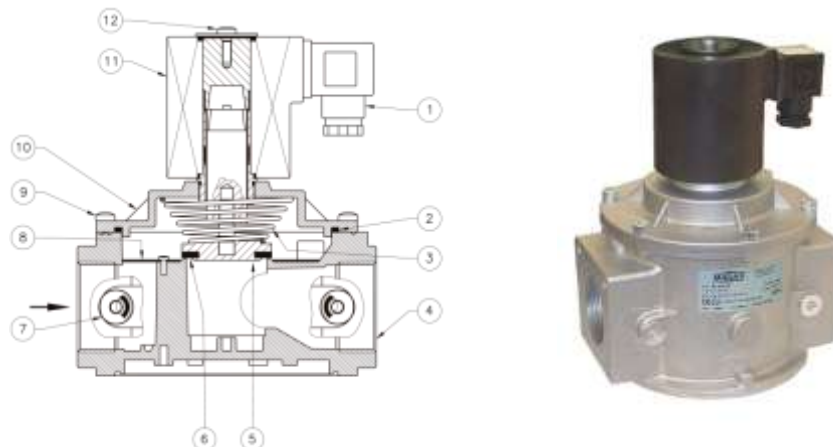

Рис. 2
Клапан рис. 2 состоит из: электрический коннектор (1); верхнее уплотнительное кольцо (2); пружина запирающего механизма (3); корпус (4); затвор (5); уплотняющая прокладка (6); заглушки (7); фильтрующая сетка (8); винты крепления крышки (9); крышка (10); электромагнитная катушка (11); винт крепления электромагнитной катушки (12).